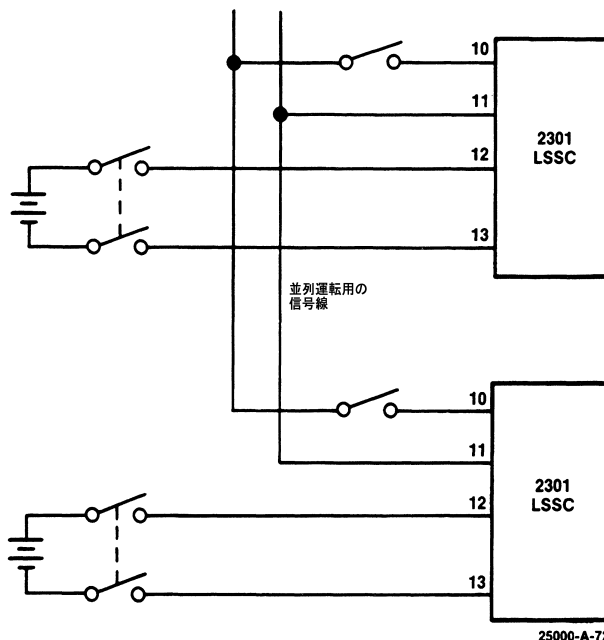

図 8. 並列運転用信号線の配線図
2. 各負荷分担機能付き速度制御装置に、独立した電源を接続する方法もあります。このマニュアルの「電源と入力電圧」の 4 番目の項目の所を参照してください。この場合、発電機が並列運転を行っていない時でも、端子 11 を並列運転用の母線から切り離す必要はありません。図 8 を参照してください。